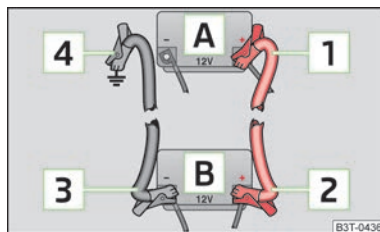

Fig. 161
- Prindeți un capăt **1** » fig. 161 la polul plus al bateriei descărcate **A**.
- Fixați un capăt **3** » fig. 161 la polul minus al bateriei furnizoare de curent **B**.